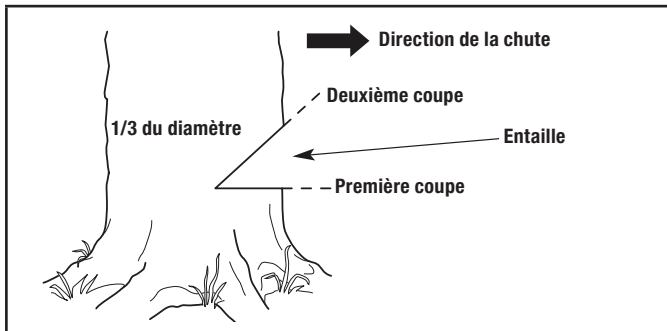

Figure 11
1. Faites une coupe horizontale dans le corps de l'arbre (Fig. 11). La coupe devrait avoir environ le 1/3 du diamètre de l'arbre et être près du sol. Pour empêcher la barre de guidage d'être pincée par le poids du bois, faites toujours cette coupe d'abord.
2. Faites une coupe à 45° dans le corps de l'arbre, au-dessus de la première coupe (Fig.11). Continuez la coupe jusqu'à ce que les deux coupes se rejoignent.